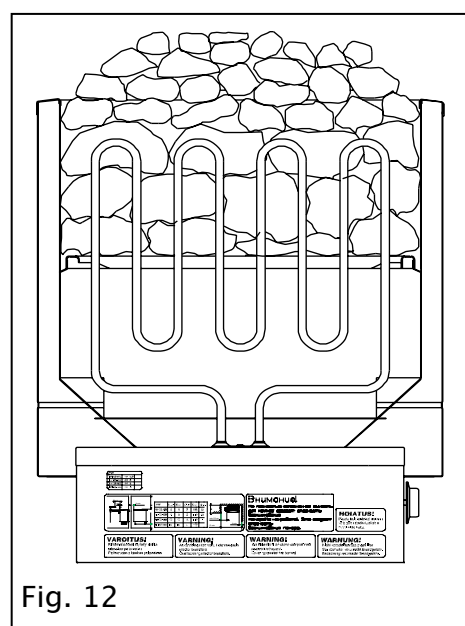

Fig. 12
- Rezistențe electrice trebuie să fie acoperite cu pietre în totalitate.(Fig. 12)